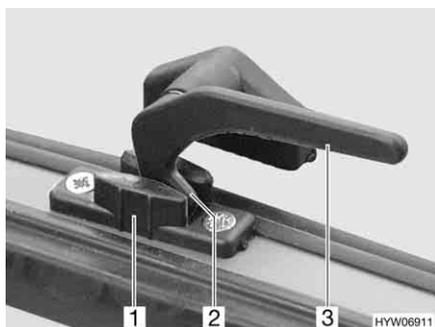

Bild 61 Verriegelungshebel in Stellung "Dauerbelüftung"
- in Stellung "Dauerbelüftung" (Bild 61)
- Den Verriegelungshebel (Bild 61,3) eine viertel Umdrehung zur Fenstermitte hin drehen.
- Den Verriegelungshebel eine viertel Umdrehung zum Fensterrahmen hin drehen. Die Verriegelungsnase (Bild 61,2) dabei in die Aussparung der Fensterverriegelung (Bild 61,1) einfahren.